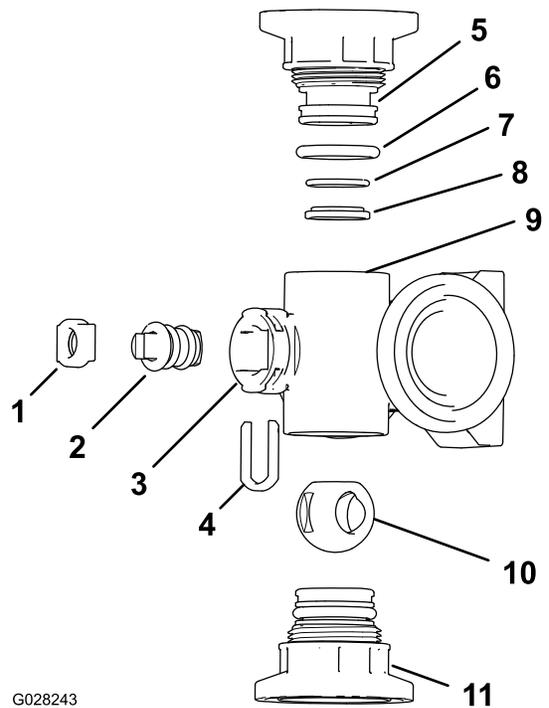

Bild 78
2. Nehmen Sie die zwei Endkappen-Anschlussstücke von jedem Ende des Verteilergehäuses ab (**Bild 78** und **Bild 79**).
4. Nehmen Sie den Schafthalter aus den Schlitzen im Schaftanschluss im Verteiler heraus (Bild 78 und Bild 79).
5. Nehmen Sie den Schafthalter und den Ventilschaftsocket aus dem Verteiler heraus (Bild 78 und Bild 79).
6. Fassen Sie in das Verteilergehäuse und nehmen Sie den Ventilschaft heraus (Bild 78 und Bild 79).
1. Überprüfen Sie den Zustand der O-Ringe des Auslaufanschlusstück (nur Abschnittventilverteiler), der Endkappen-O-Ringe, der hinteren O-Ringe und den Kugelsocket auf Beschädigungen oder Abnutzung (Bild 78 und Bild 79).
2. Tragen Sie Silikonfett auf den Ventilschaft auf und setzen ihn in den Ventilschaftsocket (Bild 78 und Bild 79) ein.
3. Setzen Sie den Ventilschaft und den Socket in den Verteiler und befestigen Sie den Schaft und den Socket mit dem Schafthalter (Bild 78 und Bild 79).
4. Stellen Sie sicher, dass die hinteren O-Ringe und der Kugelsocket ausgefluchtet sind und im Endkappen-Anschlussstück sitzen (Bild 78 und Bild 79)
5. Bringen Sie das Endkappen-Anschlussstück am Verteilergehäuse an, bis der Flansch des Endkappen-Anschlussstücks das Verteilergehäuse berührt, drehen Sie dann das Endkappen-Anschlussstück um eine weitere Achtel- bis Viertelumdrehung (Bild 78 und Bild 79).